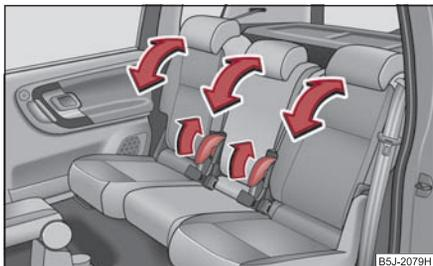

Abb. 66 Einstellung der Sitzlehne
- Ziehen Sie den Hebel ⇒ Abb. 66 und stellen Sie die gewünschte Neigung der Sitzlehne ein. ■
- Ziehen Sie den Hebel ⇒ Abb. 66 und klappen Sie die Sitzlehne vollständig nach vorn.